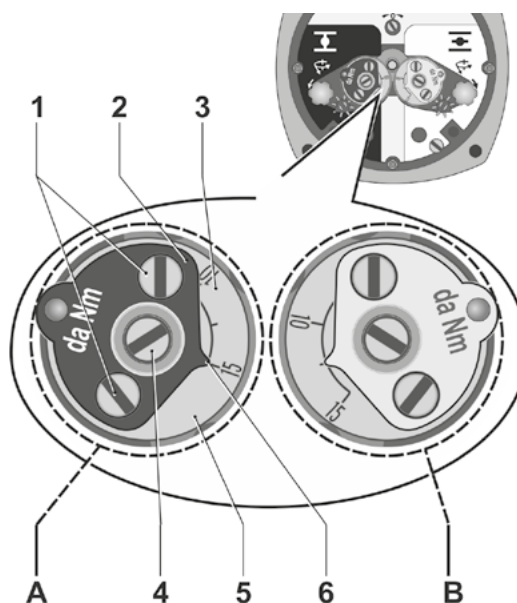

Fig. 3: A = Frakoblingsmoment-målehoved LUK
3. Løsn kun begge låseskruer (pos. 1) på den sorte viserskive (pos. 2) på venstre frakoblingsmoment-målehoved (se fig. 3, område A).
4. Drej skalaskiven (fig. 3, pos. 3), indtil viseren (6) peger på tallet for det nødvendige frakoblingsmoment. Her gælder den indstillede talværdi for 10x frakoblingsmomentet ($15 \hat{=} 150 \text{ Nm}$), og en indstilling mellem to tal påvirker tilsvarende indstillingen af frakoblingsmomentet.
- Viseren (6) på den sorte viserskive (2) peger på 15. Dette svarer til et frakoblingsmoment på ca. 150 Nm.
- Viseren på den hvide viserskive (se fig. 3 i område B) peger på midten mellem 10 og 15: dette svarer til et frakoblingsmoment på ca. 125 Nm.
5. Spænd låseskruerne (fig. 3, pos. 1) igen, tilspændingsmoment: 0,3 – 0,4 Nm.
6. Frakoblingsmomentet i yderstillingen ÅBN indstilles med det hvide frakoblingsmoment-målehoved (se fig. 3, område B) på samme måde som indstillingen af frakoblingsmomentet i yderstillingen LUK.